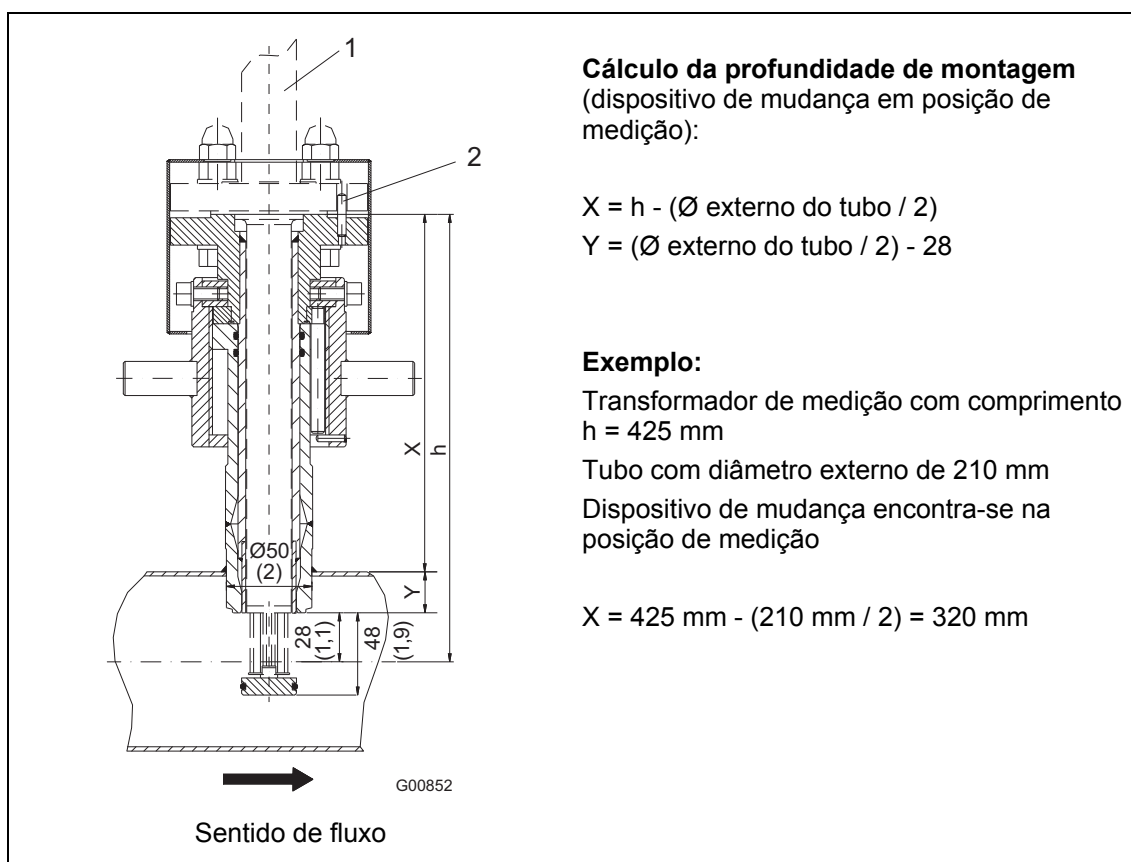

Fig. 9: Medidas em mm (inch) dispositivo de mudança em posição de medição
- O pino de centragem do adaptador tem de ficar alinhado com o eixo do tubo no sentido de fluxo (no lado de saída, após o ponto de medição), vide Fig. 9.